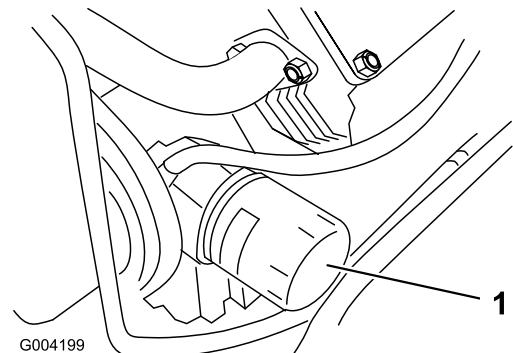

Figura 33
3. Togliere il filtro usato (Figura 33) e pulire la superficie della guarnizione dell'adattatore del filtro.